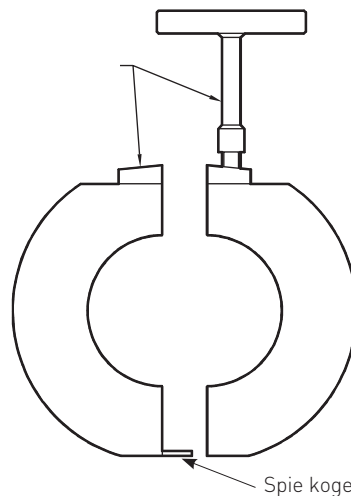

FIG. 2
- 5.2. Verwijder beide helften van de kogel met 'T-stangen' uit de afsluiter. De helft zonder de onderste kogelspie moet eerst worden verwijderd en tijdens de hermontage als laatst worden teruggeplaatst (fig. 2).